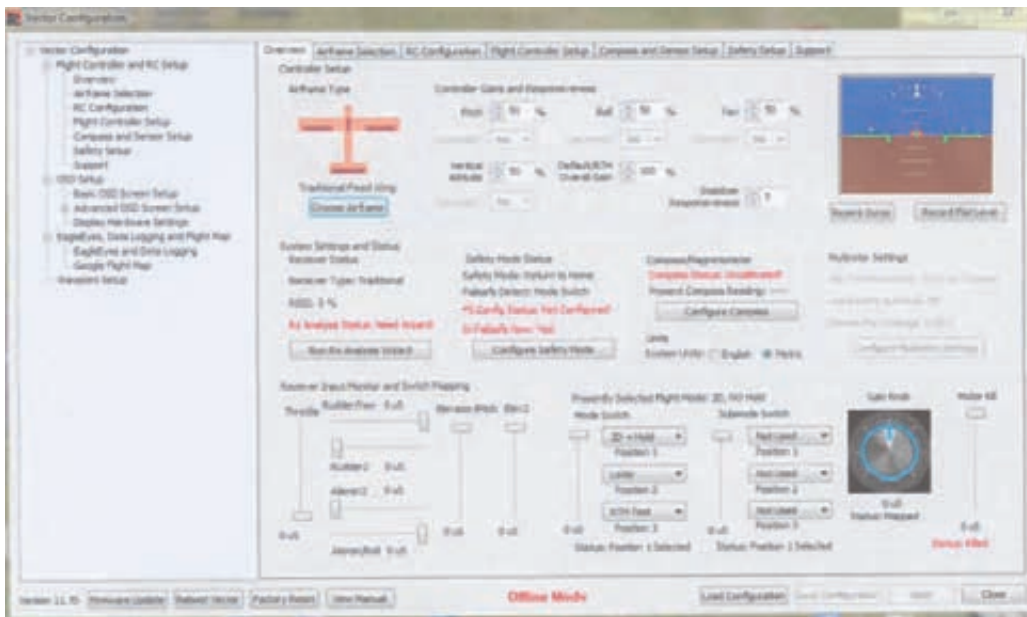

Fig. 2. Eagle Tree Vektors start skærm.
2014, hed softwaren 11.48 og firmwaren 1.31. Tre måneder senere hedder den 11.70 og 1.73, ligesom manualen er opdateret. Disse ændringer styres af Eagle Trees serveren. Bemærk at skærbilledet fig. 2 indeholder versionsnummeret nede i venstre hjørne på aktuelle software, og at der er 2 faneblade til henholdsvis firmware opdatering af controlleren og manualen. Nu er du i besiddelse af nyeste udgave af manualen, som du vil blive nødt til at læse og forstå.
4. Tilslut Softwaren til Vector controlleren via USB kablet. Tilfør systemet forsyningspænding og tænd senderen og modtageren. Nu skal systemet lære at kende din sender at kende, samtidig med at du vælger at konfigurere 3 stillings mode kontakten og feedback gain. Se fig. 2's nederste 1/3 af skærbilledet "Receiver Input Monitor and Switch Mapping". Jeg har på mode switchen valgt 2D+Alt Hold, Loiter og RTH test. Sub mode switchen er ikke aktiv, men den 6. kanal anvendes til gain kontrol med skydefunktionen, som sidder på siden af senderen.